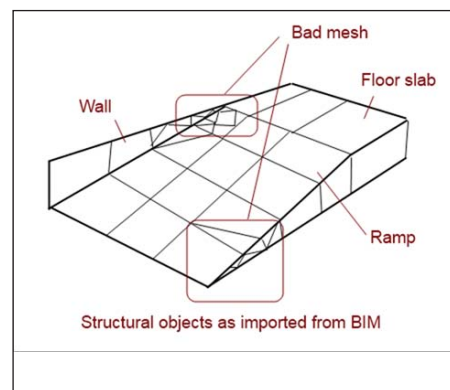

Рис. 4. Пример одного из узкоспециальных вопросов, которые портят красоту парадигмы единой модели для BIM
1. Учет разбиения на конечные элементы соединений. На рис. 4 показана, допустим, железобетонная раampa с окружающими ее стенами. В местах с плохой сеткой потребуется видоизменить конструкцию, причем приемы ее изменения могут зависеть от выбранной инженером конечной расчетной программы.